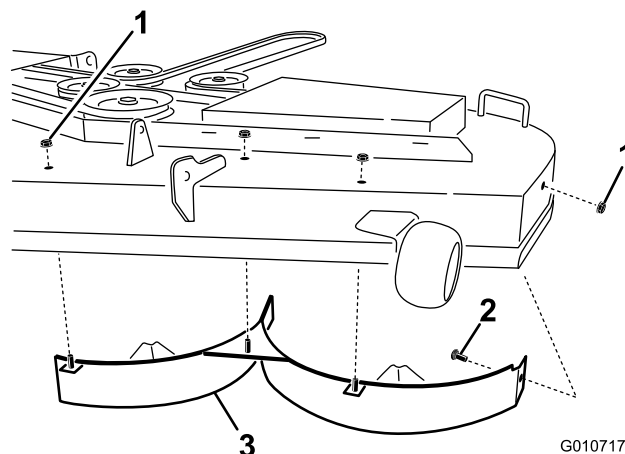

Figure 10
12. Montez le déflecteur gauche sur le tablier de coupe comme illustré à la Figure 10. Fixez les ergots soudés du déflecteur droit sur le dessus du tablier de coupe, au centre, à gauche du centre et à gauche, à l'aide de trois contre-écrous (5/16 pouce). Serrez les fixations à la main.